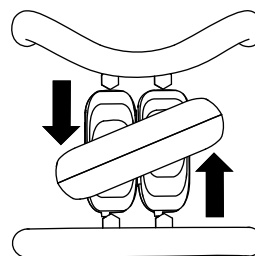

Figura 9
- Pentru a vira la stânga, rotești maneta de traciune în sens invers acelor de ceasornic (Figura 9).